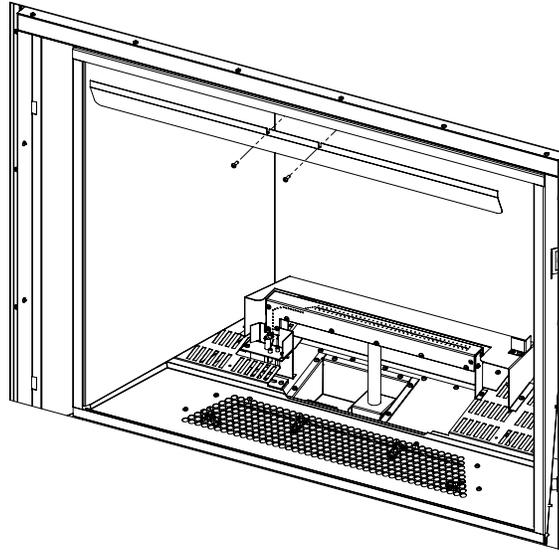

Figure 74: Enlèvement du Déflecteur de Lumière
Étape 2. Retirez le déflecteur de lumière en desserrant deux vis T-20 de retenue (voir Figure 74).